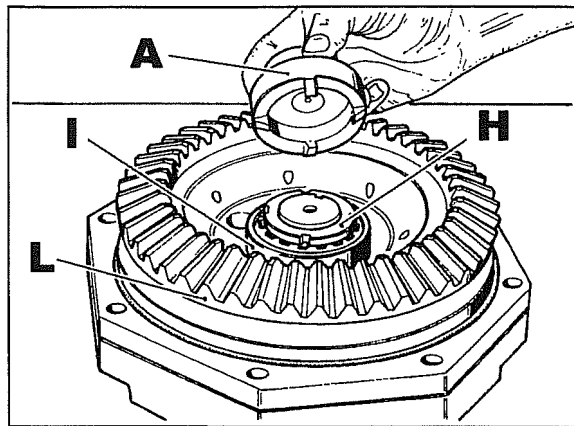

Fig. 23
- 33 Con la herramienta especial A fig. 23, quitar la virola H. Con un extractor de tipo comercial quitar el cojinete I y luego quitar la corona L.
- La virola H fig. 23 con la relativa arandela deben ser sustituida. En el remontaje recordarse de ajustar la nueva virola a **12 Kgm** luego plegar la arandela y burilar la virola misma.